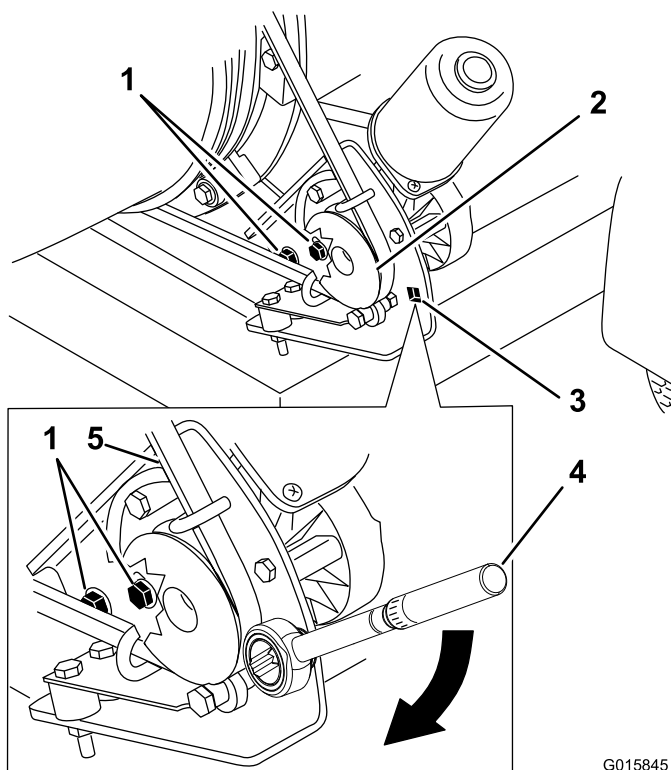

Figura 30
1. Afloje los pernos que sujetan el soporte de montaje de la polea al bastidor del soplador (Figura 30).
2. Coloque una llave dinamométrica en el soporte de montaje de la polea (Figura 30).
3. Gire el soporte de montaje de la polea alejándolo de la tobera hasta que la llave dinamométrica dé una lectura de 22,6 a 26,0 Nm) (Figura 30).